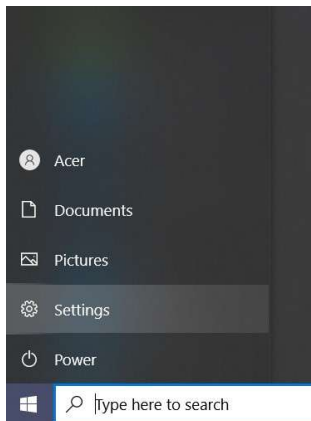

Fig. 5
Nella Fig. 5, l'indirizzo IP del PC è 192.168.1.5. Appartiene alla stessa classe/rete di NXT, poiché i primi tre numeri (192, 168 e 1) sono uguali. È quindi possibile raggiungere NXT dal browser del PC..
2. Dal menu di Windows, selezionare Impostazioni (Fig. 5)